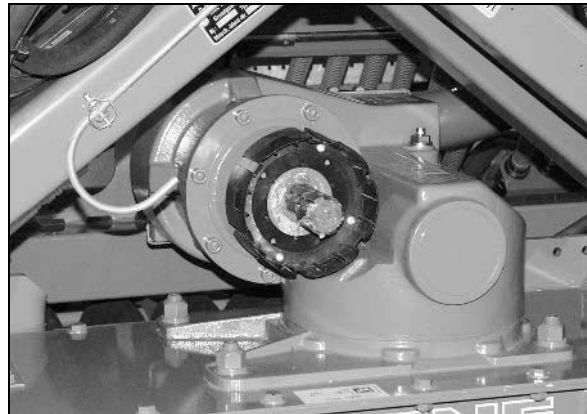

Fig. 12
- Wechselradhauptgetriebe mit integrierter Nockenschaltkupplung (Fig. 12)